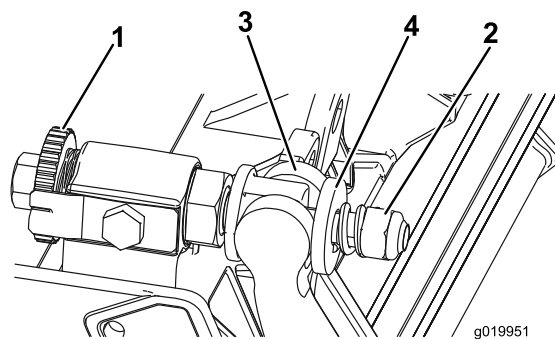

図 25
2. スプリングテンション・ナットをゆるめて、ワッシャがベッドバーを全く押さないようにする図 25。
1. ベッドバー調整ねじを左に回してベッドナイフとリールの接触をなくす図 25。